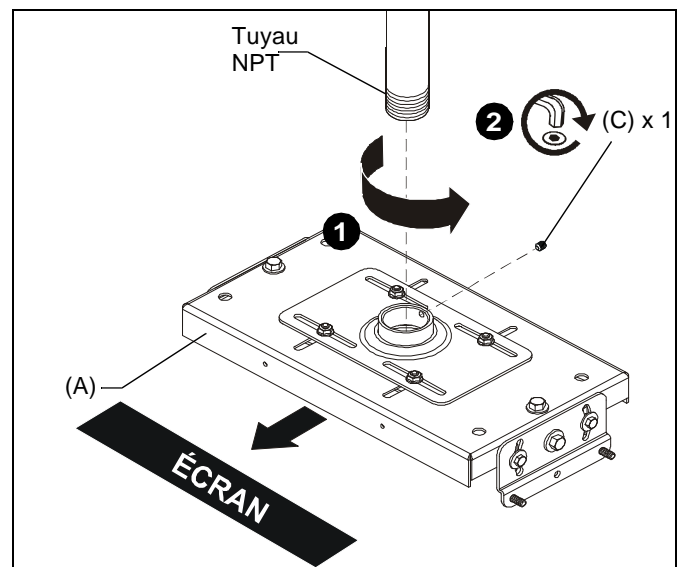

Figure 1
1. Enfilez le support VCM (A) sur le tuyau NPT de 1-1/2" en serrant bien avec un minimum de quatre filets engagés. (Voir la Figure 1)
**REMARQUE** : Assurez-vous que le bord long du support VCM est parallèle à l'écran. (Voir la Figure 1)
2. Serrez la vis de calage 5/16-18 x 3/8" (C) dans le collier fileté de montage du VCM pour empêcher le VCM de bouger. (Voir la Figure 1)